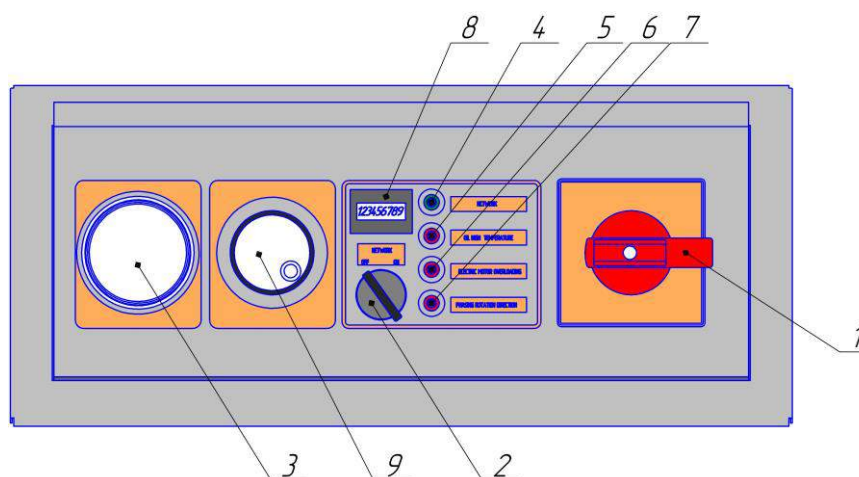

Рис. 3. Панель управления.
Запуск привода осуществляется поворотом рукоятки поворотного выключателя 1 (рис. 3) и поворотной кнопки 3 (рис. 3) на панели управления установки.
Манометр 5 (рис. 3) для контроля давления масла в винтовом блоке, счетчик часов работы 8 (рис. 3) находятся на панели управления, расположенной спереди в верхней правой части корпуса установки.
Общий вид панели управления показан на рис. 3.
В установке применены следующие устройства защиты, которые контролируют его наиболее важные узлы, указывая на возможные неисправности (рис. 3):
- отключить машину с помощью выключателя 1 на панели управления (см. рис.3) и главного рубильника;